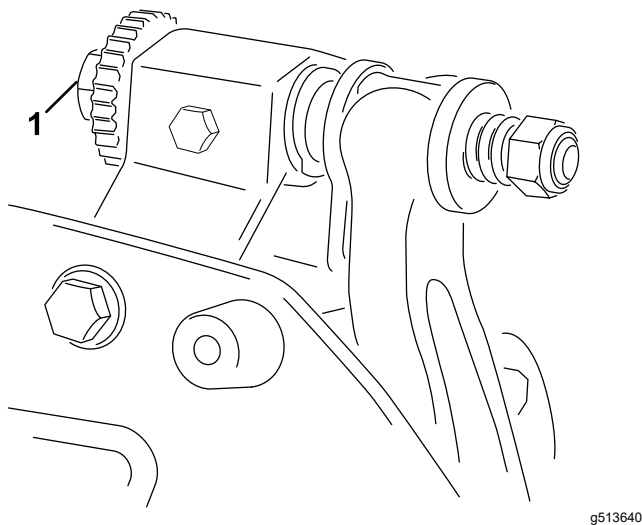

Figura 10
- A. Ruotate le viti di regolazione della barra di appoggio in senso orario (**Figura 10**), uno scatto alla volta, fino ad avvertire e ad udire un leggero contatto.
6. Ruotate il bullone di regolazione della barra di appoggio di destra (Figura 10) fino ad avvertire una leggera pressione sullo spessore quando lo fate scorrere in senso laterale. Rimuovete lo spessore.